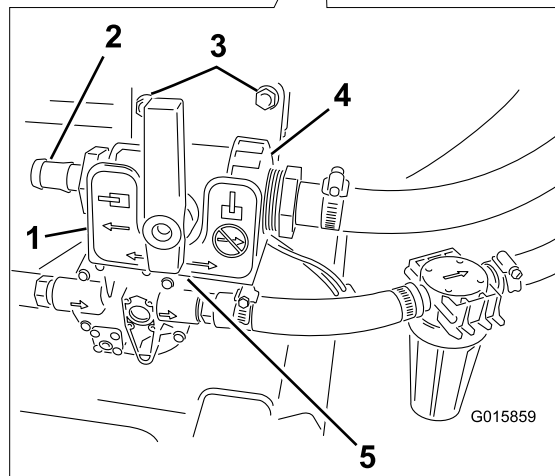

Bild 30
2. Befestigen Sie das Kugelventil mit zwei Sechskantschrauben (1/4" x 3/4") an der Ventilbefestigungshalterung (Bild 30).
3. Befestigen Sie das Kugelventil und die Ventilbefestigungshalterung mit zwei Sechskantschrauben (5/16" x 1") und zwei Bundmutter (5/16") an der Maschine (Bild 30).